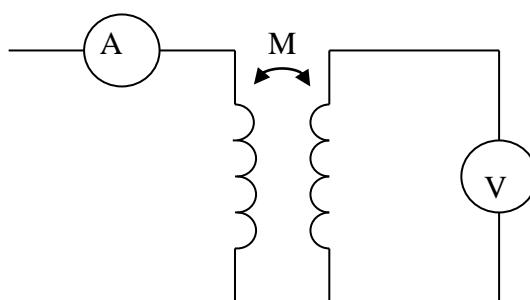

Рис. 4.2.
Взаимную индуктивность можно определить с помощью амперметра и вольтметра. Подключите одну катушку к источнику питания переменного тока (рисунок 4.2) и измерьте ток и результирующее напряжение в первой катушке. M — взаимная индуктивность (генри). Взаимную индуктивность можно рассчитать по следующей формуле.
4. Соберите схему (рис. 4.2), проведите эксперимент, занесите данные в таблицу 4.4 и определите взаимную индуктивность.
Схема вольтметра (рисунок 4.2) должна иметь высокое входное сопротивление. Электронные вольтметры могут удовлетворить этому требованию.